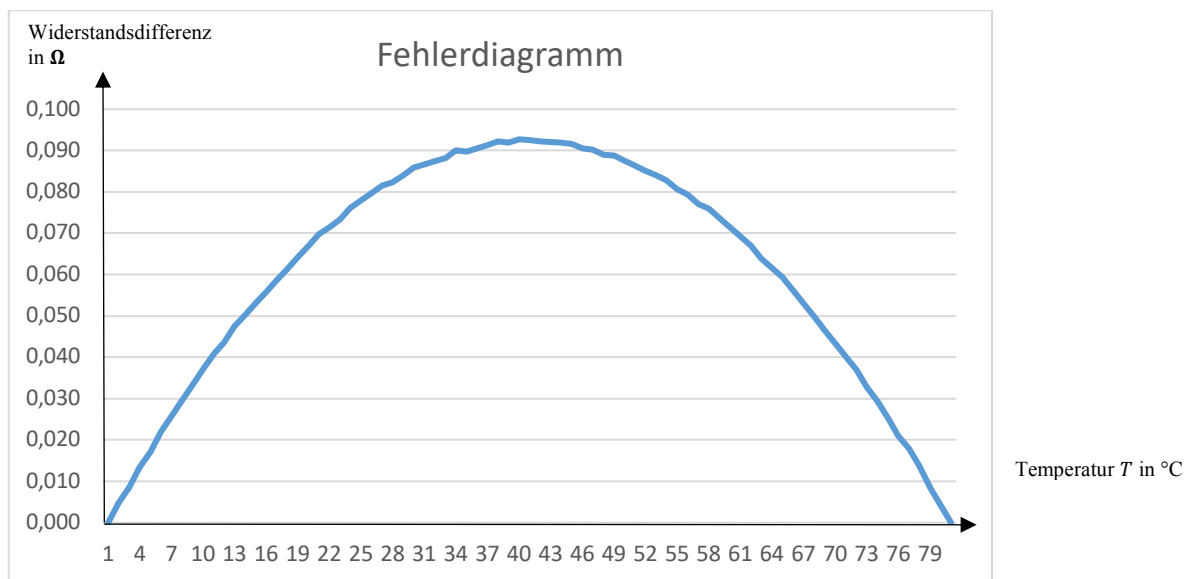

Abb. 2: Widerstands Differenz in Abhängigkeit von der Temperatur
- Erweitern Sie das Ersatzschaltbild in Abbildung 2 mit dem Innenwiderstand des Amperemeters.